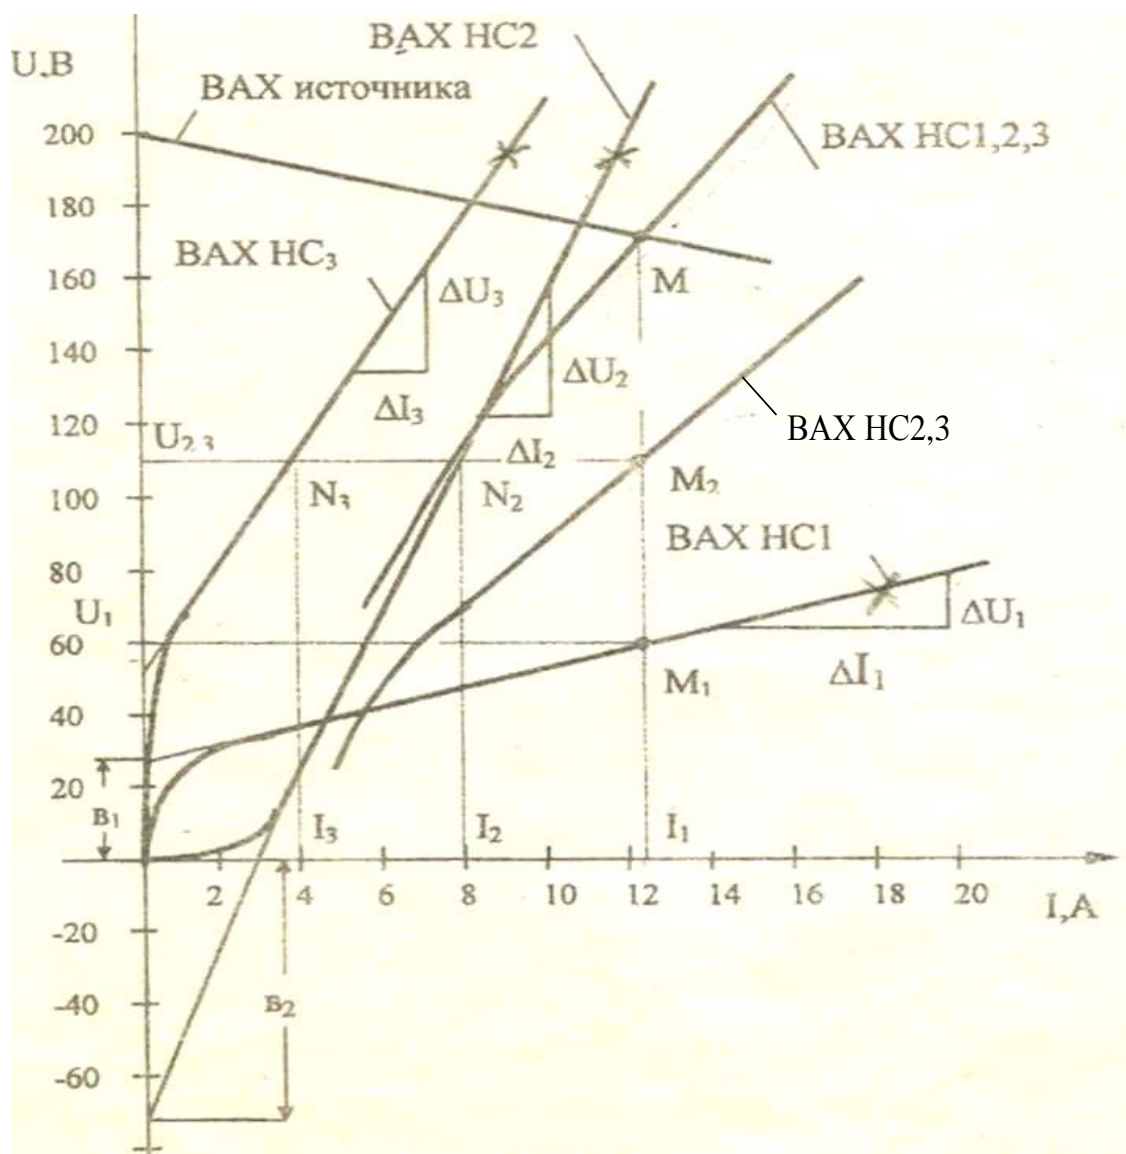

Рисунок 2
1. В выбранном масштабе строим заданные ВАХ нелинейных сопротивлений (рис.2)
4. Строим на графике (рис.2) ВАХ источника. Которая представляется прямой линией. Для ее построения достаточно иметь две точки. Первая точка соответствует холостому ходу источника ($I=0$; $U=E=200\text{В}$). Вторая точка соответствует любому нагрузочному режиму, например, если ток нагрузки $I=15\text{А}$, то падение напряжения на внутреннем сопротивлении источника $U = I \cdot r_{\text{вн}} = 15 \cdot 1,7 = 25,5\text{В}$, а напряжение между точками «а» и «с» источника $U_{ac} = E - U = 200 - 25,5 = 174,5\text{В}$. Поэтому вторая точка имеет координаты $U = 174,5\text{В}$; $I = 15\text{А}$.